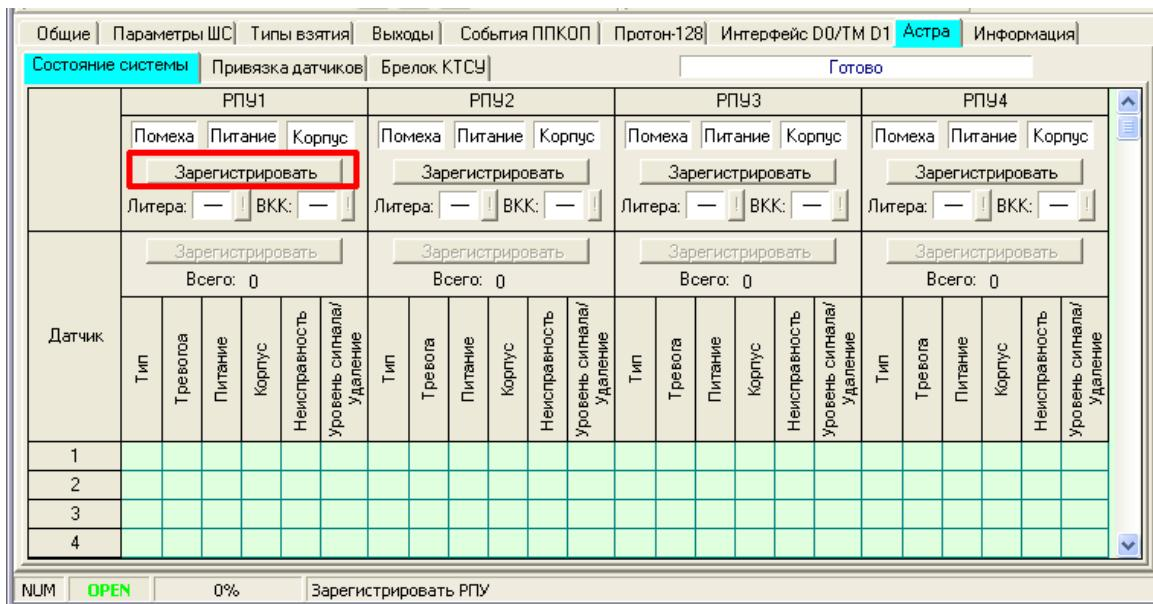

Рисунок 3.25
3) Зарегистрировать РПУ. С использованием Программатора зайти на вкладку «Астра. Состояние системы» (рис. 3.25). Регистрация РПУ производится нажатием кнопки «Зарегистрировать» (РПУ). РПУ, подключенный к устройству, будет зарегистрирован. При необходимости изменить литеру и время контроля канала (ВКК) (рис. 3.25).